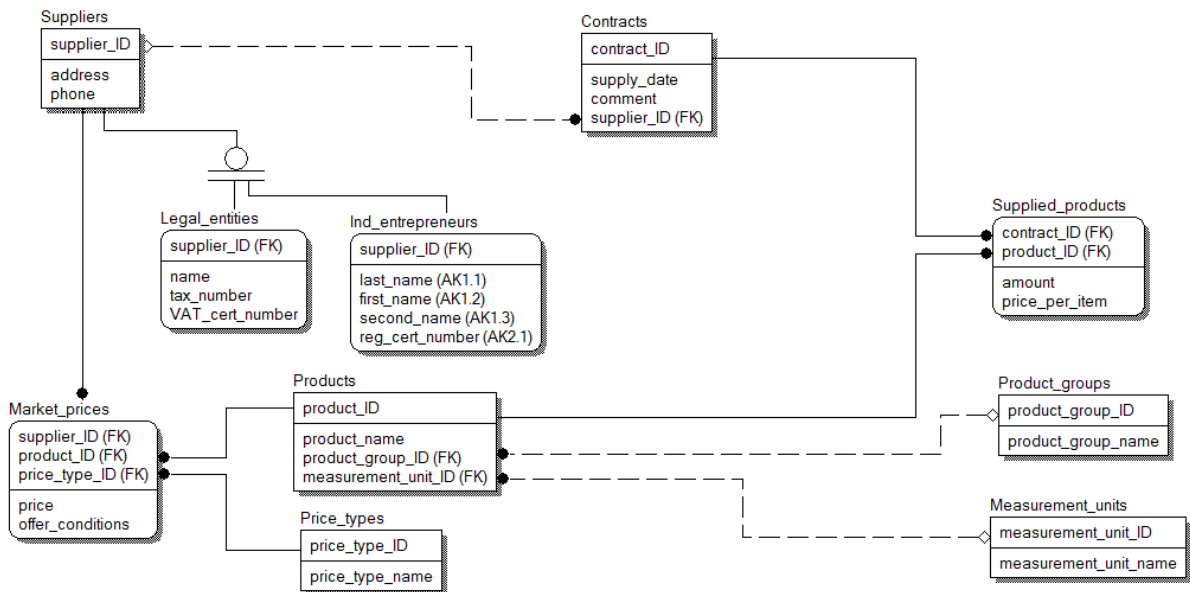

Рисунок 5
7. Створення альтернативних ключів (рисунок 5).